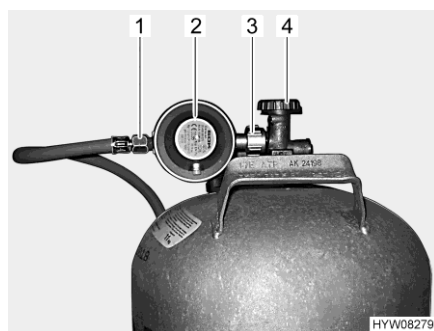

Fig. 95 Raccordo bombola del gas
- Chiudere la valvola principale di arresto (Fig. 95,4) della bombola del gas. Osservare la direzione della freccia.
- Tenere fermo il regolatore di pressione del gas (Fig. 95,2) e aprire il dado zigrinato (Fig. 95,3) (generalmente filettatura sinistra).
- Rimuovere il regolatore di pressione del gas con il tubo del gas (Fig. 95,1).
- Collocare il regolatore di pressione del gas (Fig. 95,2) con il tubo del gas (Fig. 95,1) sulla bombola del gas e serrare il dado zigrinato (Fig. 95,3) (generalmente filettatura sinistra). **Non** tirare con molta forza.